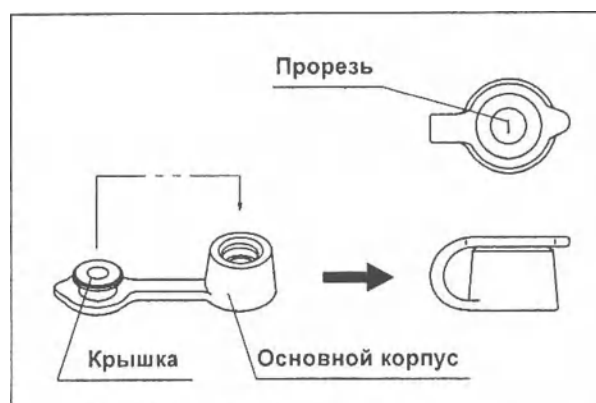

Рис. 3.7
2. Присоедините колпачок к основному корпусу, как показано на Рис. 3.7.